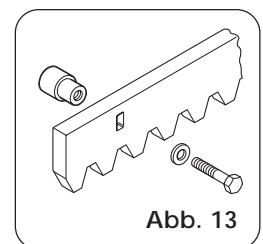

Abb. 13
4.4.1. ZAHNSTANGE AUS STAHL ZUM ANSCHWEISSEN (Abb.13)